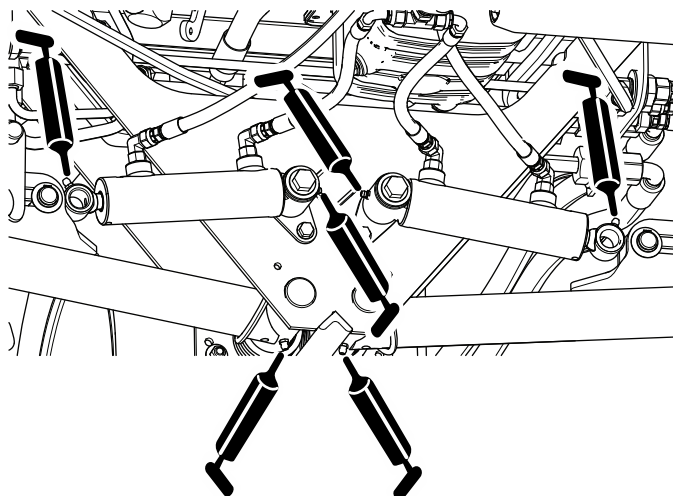

Figura 58
- Pivotes y cilindros de elevación de los brazos de elevación traseros (3 en cada lado); consulte Figura 58.